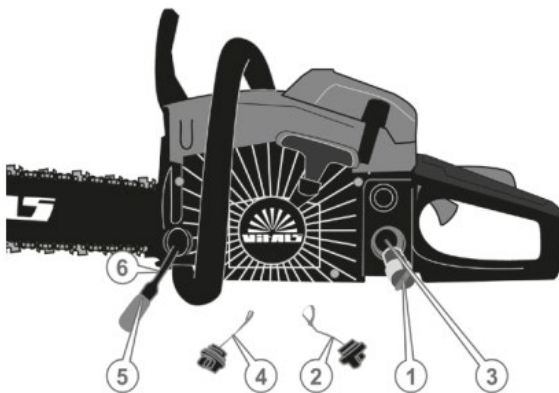

Рисунок 21. Схема обслуговування паливного та мастильного фільтра.
6.8 Обслуговування паливного та мастильного фільтрів (рис. 21).